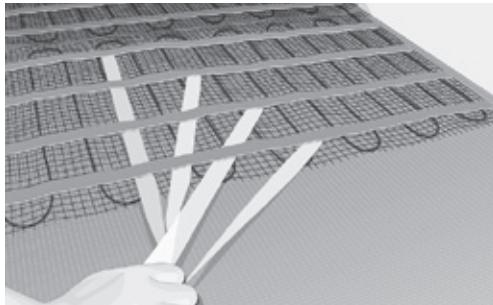

Рис. 8. Снятие внешнего слоя ленты и фиксация матов
12. Разместите маты на поверхности пола в соответствии со своим чертежом, затем прикрепите их к полу, сняв внешний слой с двухсторонней клейкой ленты, и слегка прижмите ленту. Продолжайте до тех пор, пока не прикрепите весь мат (рис. 8).